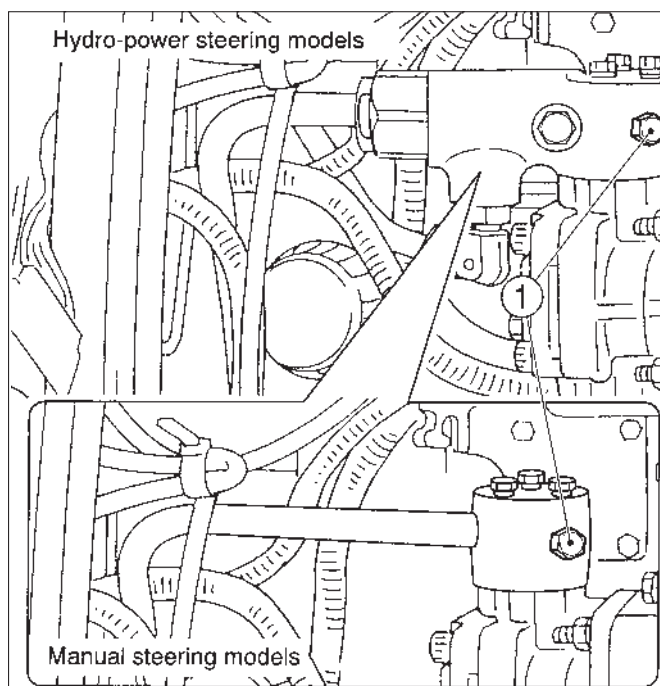

Fig. 78
FIG. 78: Pour purger l'air du système hydraulique – Dévissez le bouchon (1) d'un tour ou d'un tour et demi. N'enlevez jamais le bouchon car l'huile serait éjectée par le trou du bouchon pendant la purge d'air. Démarrez le moteur et faites-le tourner plein gaz.